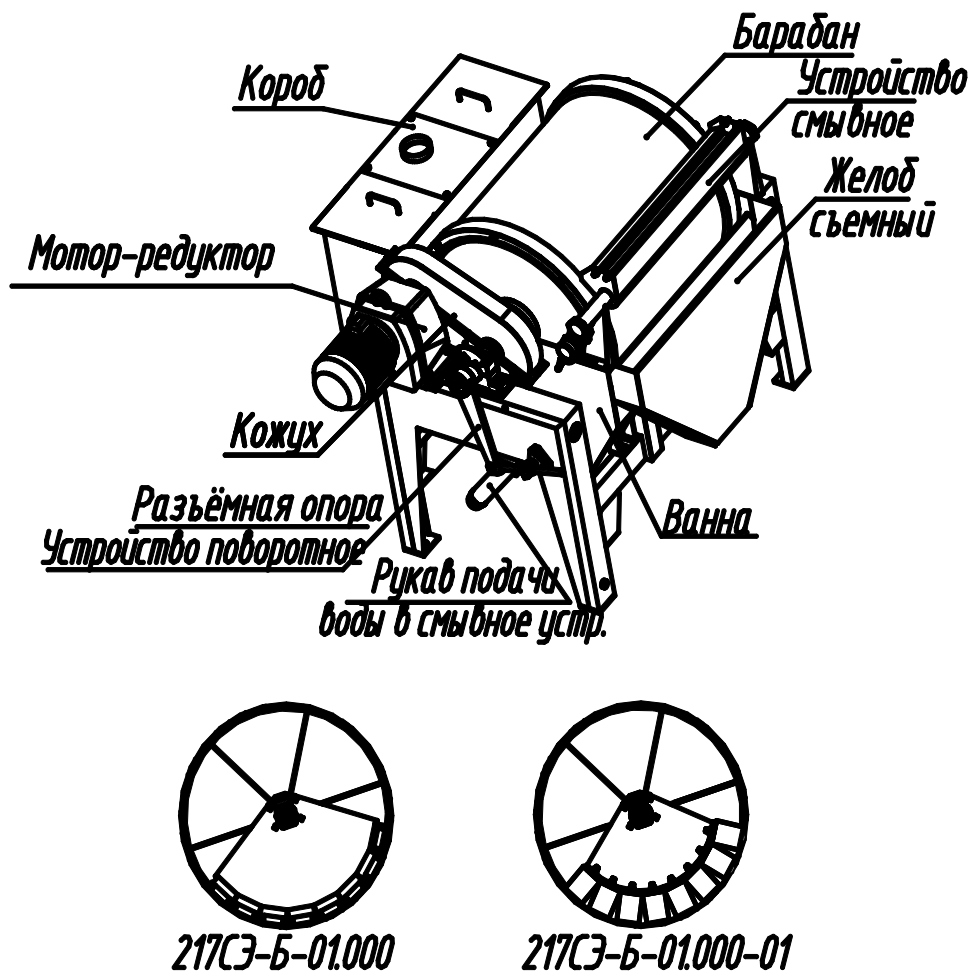

Рис.1. Общий вид сепаратора ПБМ-90/100
Сепаратор магнитный барабанный ПБМ-90/100 предназначен для обезжелезнения различных материалов, регенерации тяжелых суспензий в промышленных условиях. Общий вид сепаратора представлен на рис.1.
4.1.2. Ось барабана установлена в разъемных опорах на раме сепаратора (рис.1.).
4.1.3. Вращение барабана осуществляется мотор-редуктором через цепную передачу, закрытую кожухами (рис.1.).
4.1.9. Поворотное устройство (см. рис.1), состоящее из рычага, натяжного винта и кронштейна, предназначено для поворота электромагнитной системы.